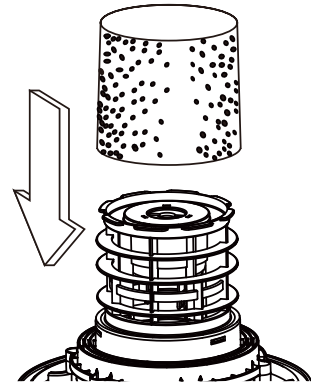

Fig. 17
26. Deslice el filtro de espuma para aspirar en mojado 19 sobre el habitáculo del filtro, asegurándose de que el habitáculo quede totalmente cubierto. **Fig. 17.**